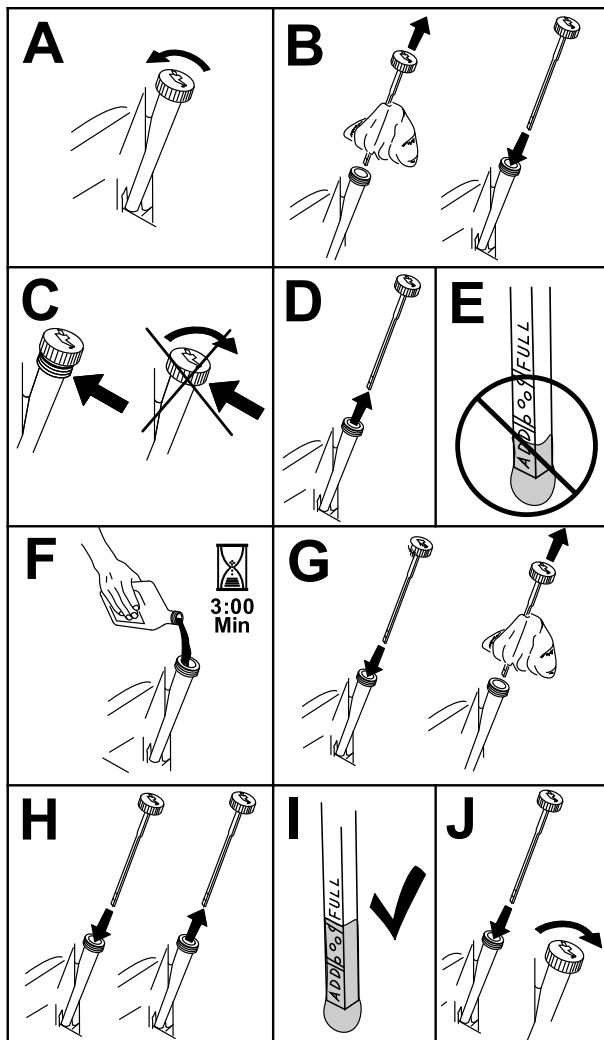

Figura 16
3. Per mantenere il motore privo di sporcizia, sfalcio d'erba, ecc., pulite l'area attorno al tappo di rifornimento dell'olio e l'asta di livello prima di rimuoverli (Figura 16).